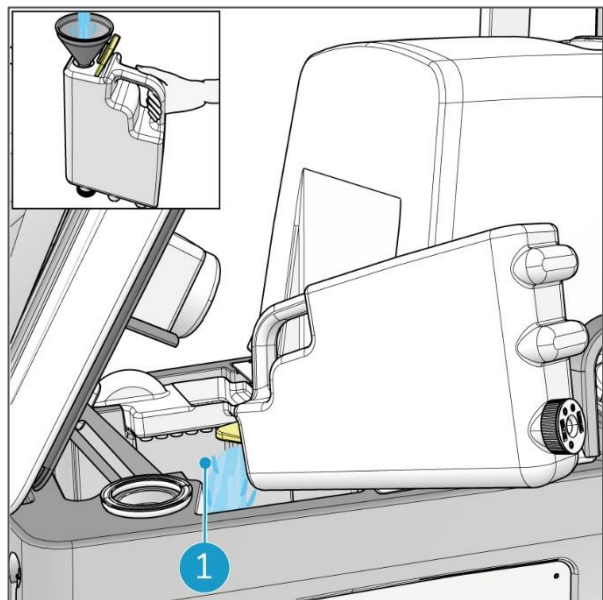

Figura 53
3. Sujeta el depósito de detergente por el asa y vierte unos 2 litros de agua con la ayuda de un embudo. Sacúdelo. Vierte el contenido en el depósito de recuperación (Figura 53, pos. 1).